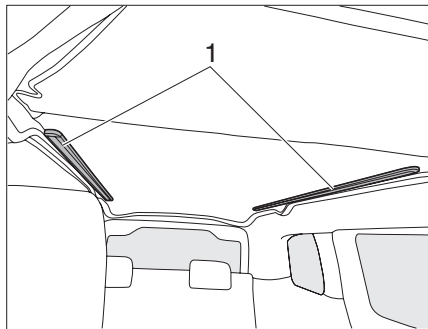
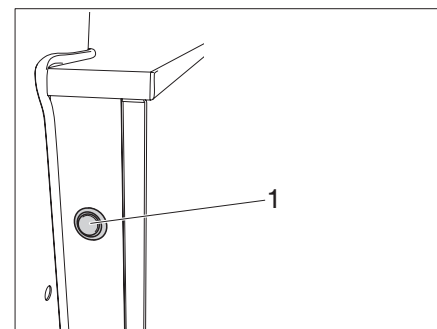
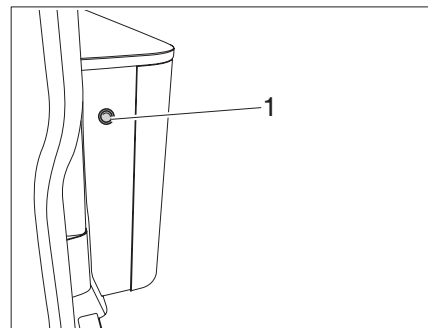
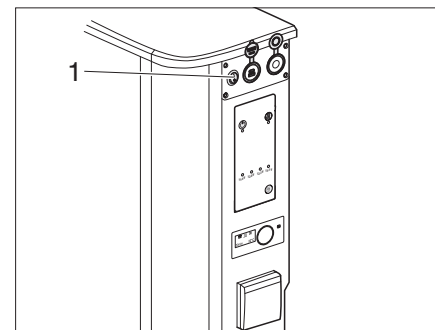

Bild 27 LED-Lichtleisten unter der Liegefläche
Bild 29 Taster im Heck
Bild 28 Taster am Einstieg
Bild 30 Taster am Einstieg links
Unter der Liegefläche befinden sich links und rechts zwei LED-Lichtleisten (Bild 27,1).
► Beide LED-Lichtleisten (Bild 27,1) am Taster am Einstieg (Bild 28,1) Taster im Heck (Bild 29,1) oder mit Taster (Bild 30,1) an der Anschlussleiste ein-/ausschalten.
Die Helligkeit der LED-Lichtleisten kann mit den Tastern (Bild 28,1; Bild 29,1 oder Bild 30,1) gedimmt werden.